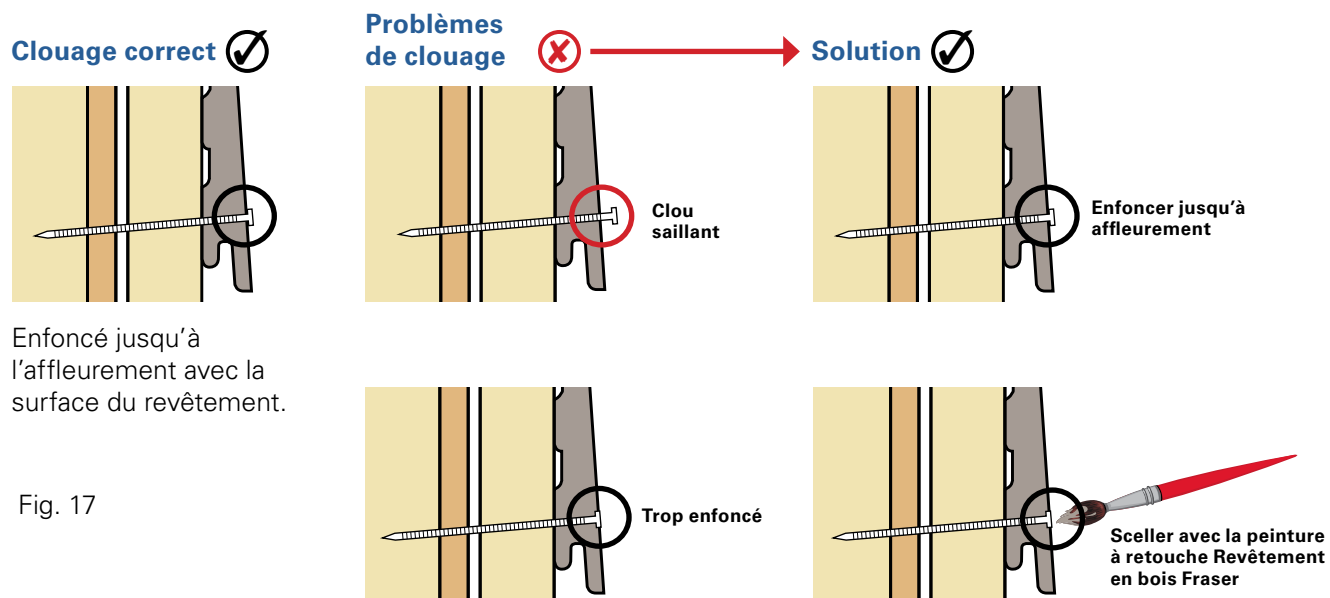

Fig. 17
- La tête des clous doit être enfoncée à **affleurement** avec la surface du revêtement. *(Voir la Figure 17)*